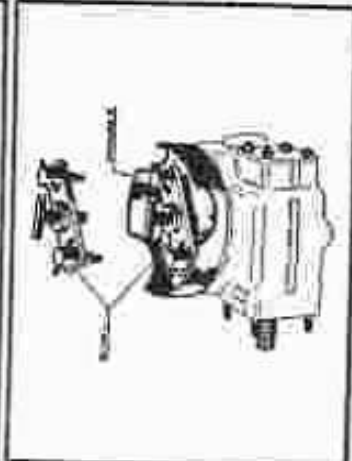

Fig. 52. — Montage de la bride.
- Monter la bride L, de façon à appliquer et fixer correctement le montage sur le carter (fig. 52).